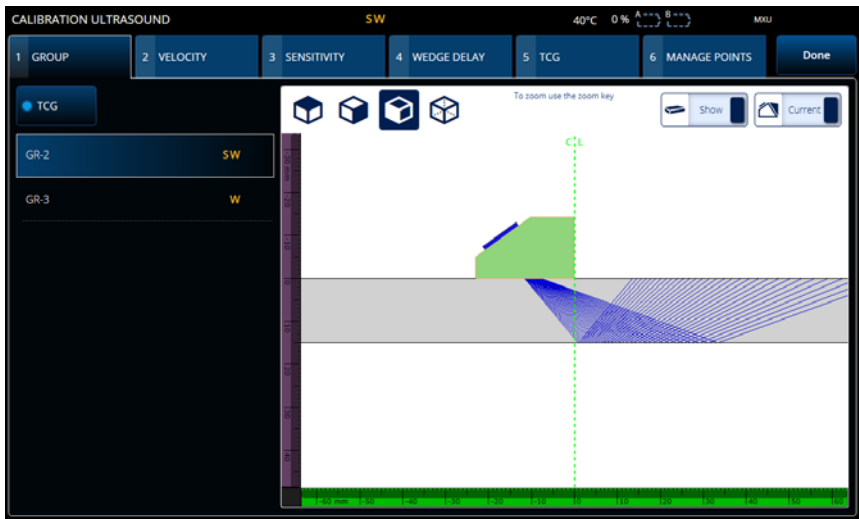

Figura 4-1 Calibration > Group (calibração > grupo)
1. Selecione  >  **Plan & Calibrate** > **Calibration Tools** (planejamento e calibração > ferramentas de calibração) para acessar o assistente do **PA/UT/TFM Calibration** (calibração de ultrassom convencional/método de foco total) (Figura 4-1 na página 170). Consulte “Calibração de TOFD” na página 189 para saber como realizar uma calibração de TOFD. Como o assistente do plano de rastreamento, o fluxo de trabalho do assistente de calibração é separado em várias abas ou seções (para diferentes tipos de calibração).
2. Na aba **Group** (grupo) (Figura 4-1 na página 170), selecione o grupo que você deseja calibrar. Para um grupo UT, escolha também o método de dimensionamento para calibrar: **TCG**, **DAC** ou **DGS**.